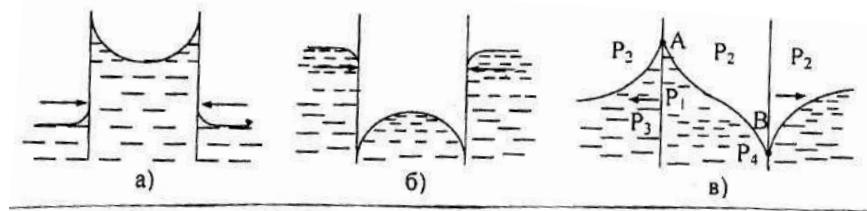

Рис. 15.
29. Сферическая пленка мыльного пузыря создает давление, равное $4\sigma/R$ (см. формула (8)), где σ – коэффициент поверхностного натяжения, R – радиус сферы. Следовательно, чем меньше радиус сферы, тем больше давление поверхностной пленки сжимает воздух внутри него, т.е. со стороны меньшего пузыря давление будет больше, и он начнет сжиматься, а большой – расширяться.
32. Для упрощения поведения спичек на поверхности воды будем изображать спички в виде пластин. Спички, не покрытые парафином, смачиваются водой, и вода между ними поднимается (рис.15, а). Давление в поднявшейся части воды становится меньше давления окружающей атмосферы на величину $\Delta p = \rho gh$, где ρ – плотность воды, g – ускорение свободного падения, h - высота столба жидкости между пластинами. Атмосферное давление стремится прижать пластинки (спички) друг к другу. В случае несмачивания, когда обе спички покрыты парафином, давление воды снаружи пластинок (спичек) больше давления воздуха между ними. Появляющаяся разность давлений также стремится сблизить пластинки (рис.15, б).
Рассмотрим теперь случай, когда левая пластинка (не покрытая парафином спичка) смачивается водой, а правая (покрытая парафином спичка) не смачивается (рис.15, в). Если пластинки расположены достаточно близко друг к другу, то поверхность воды между ними ни в одной точке не становится горизонтальной. Она имеет точку перегибы где-то между пластинами. Вследствие этого вода между пластинками поднимается выше у левой пластинки и опу-